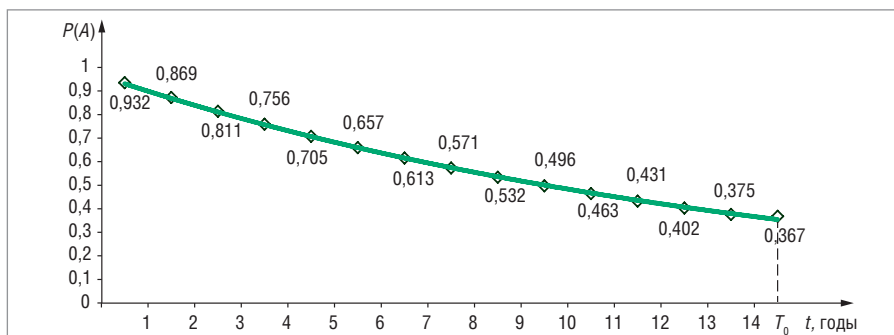

Рис. 1. Изменение вероятности безотказной работы устройства при $T_0 = 125\,000$ ч
Для построения графика изменения вероятности безотказной работы во времени (рис. 1) в формуле (2) использовано полученное экспериментальным путём значение наработки на отказ $T_0 = 125\ 000$ часов. Вероятность отказа уменьшится до значения 0,367 при равенстве фактически отработанного изделием времени значению наработки на отказ. При фактической наработке больше $3T_0$ вероятность безотказной работы $P(A) < 0,05$.